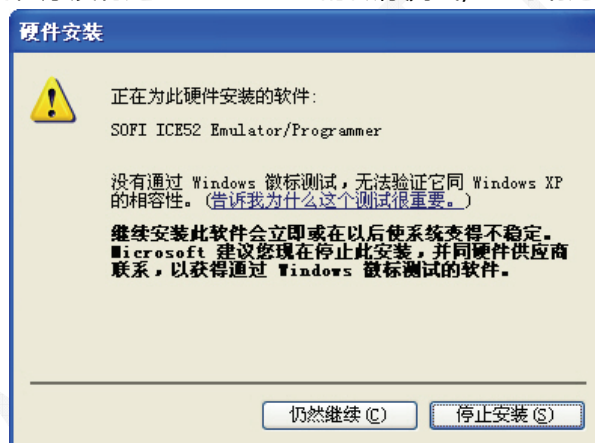

图 2.13
5. 安装过程中可能会提示驱动程序没有通过 Windows 的微标测试，此时请选择“仍然继续”。参见图 2.13。